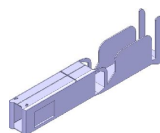

Figure 5. Clips SICMA 1.5 mm pour galette 9 voies
- 10 clips SICMA pour galettes 9 voies 1.5 mm (Figure 5.)